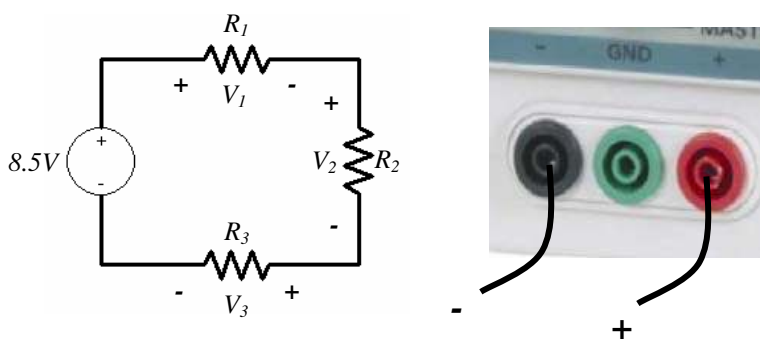
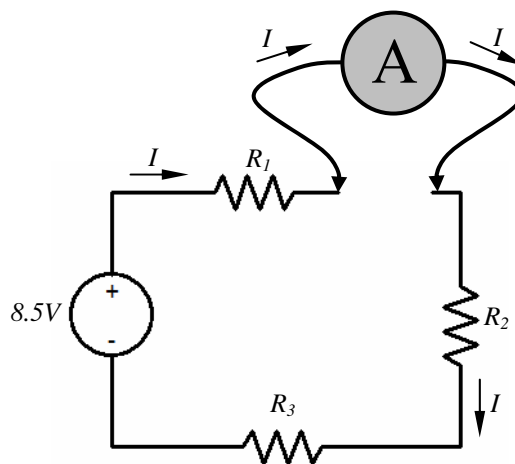

Fig. 1.3
Fig. 1.4
Monte na placa branca o circuito da fig. 1.3 com  $R_1 = 1k\Omega$ ,  $R_2 = 680\Omega$  e  $R_3 = 330\Omega$ . A fonte independente de tensão é a fonte DC que tem na bancada (a secção *master* ou a *slave*). Ligue esta fonte DC ao circuito só depois de a ter ajustado, com auxílio do multímetro, para o valor de tensão pretendido (8.5V).
a) Usando este procedimento, meça a corrente no circuito da fig. 1.3 (veja a fig. 1.4).